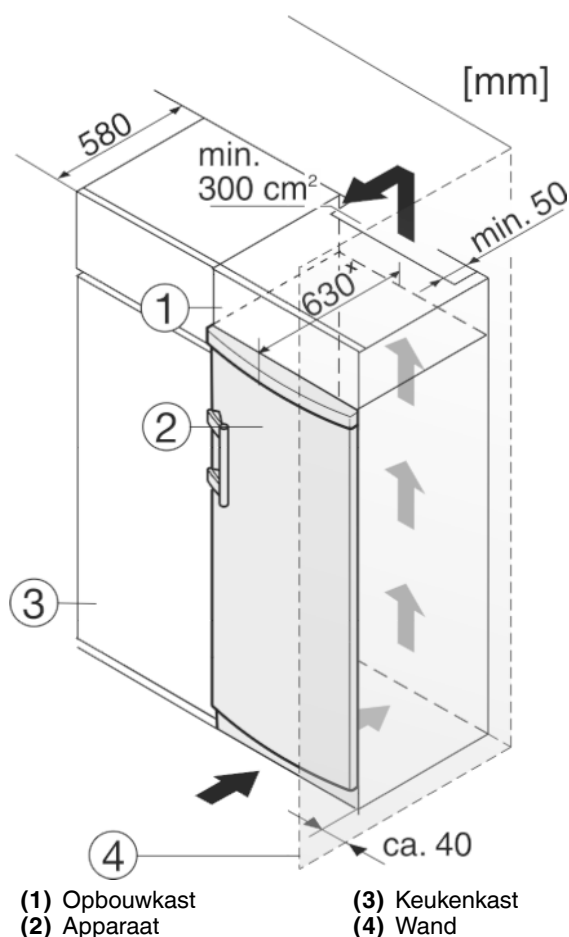

Fig. 9
Het apparaat kan in keukenkasten worden ingebouwd. Om het apparaat Fig. 9 (2) aan de hoogte van het keukenblok aan te passen, kan boven het apparaat een opzetkast Fig. 9 (1) worden aangebracht.
Bij een ombouw met keukenkasten (diepte max. 580 mm) kan het apparaat direct naast de keukenkast Fig. 9 (3) worden geplaatst. Het apparaat steekt aan de zijkant 34 mm^x en in het midden 50 mm^x uit ten opzichte van het keukenkastfront.
Plaast u het apparaat met de scharnierkant naast een muur Fig. 9 (4), dan moet de afstand tussen apparaat en muur minstens 40 mm bedragen. Dit in verband met het uitsteken van de deurgreep bij een geopende deur.